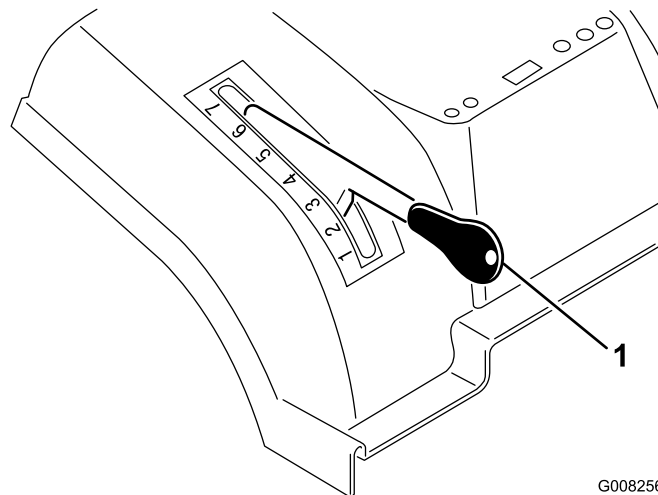

Figure 8
**Important:** Sélectionnez la hauteur de coupe la plus élevée (7) lorsque vous transportez la machine hors de la pelouse de sorte à ne pas endommager les lames.
- Appuyez de façon continue sur le bouton du levier de sélection de hauteur de coupe (Figure 8).